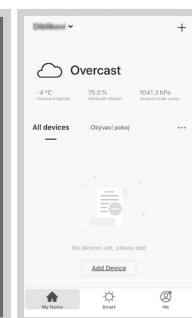

Fig. 7
3. En la aplicación, pulse + o "Add device" (Fig. 7) para agregar el artefacto nuevo.